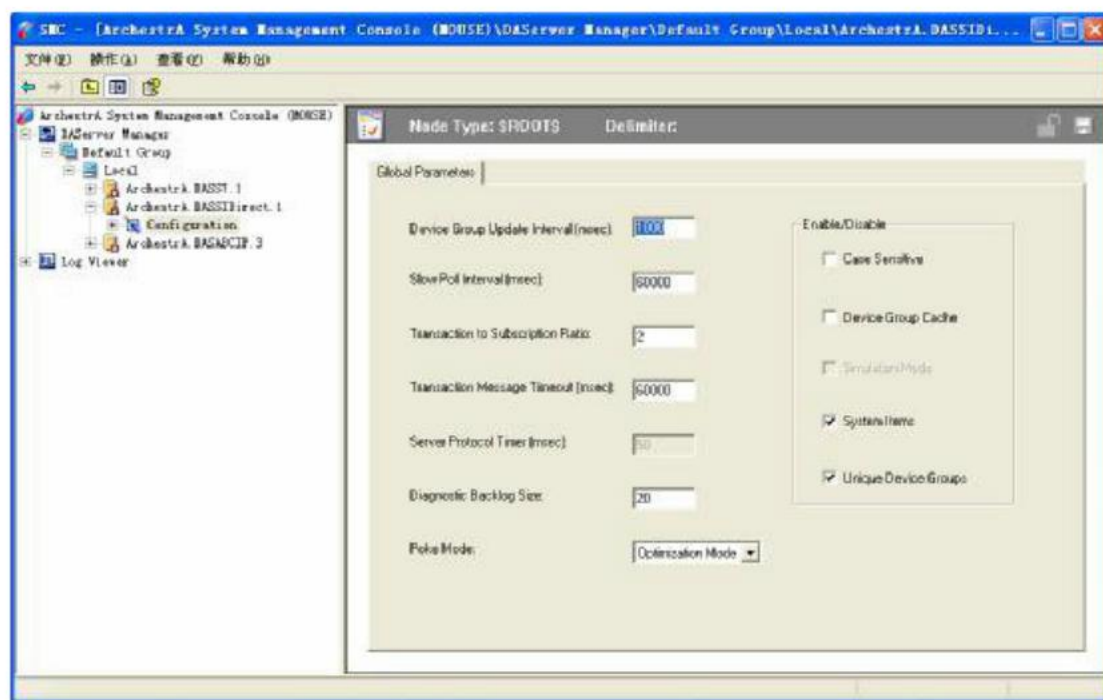

图 2. DASSI Direct - Global Parameters
4. 展开 ArchestrA.DASSI Direct.1，并选择“Configuration”，将出现如下“Global Parameters”对话框(图 2)：